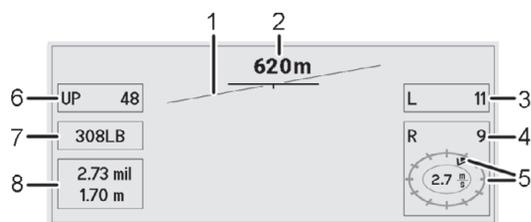

Fig. 3
Les références dans le texte aux illustrations et aux positions des images sont mises entre parenthèses. Exemple : (3/4) signifie fig. 3, position 4.
3. Corriger la direction du vent avec les boutons « à droite / à gauche ». Pour ce faire, appuyer sur les boutons jusqu'à ce que la flèche de direction du vent (exemple fig. 3 : le vent vient de la direction « 13 heures ») indique la direction correcte du vent.
- Pour revenir au premier menu (fig. 3) : appuyer à nouveau brièvement sur le bouton marche/arrêt (3/1).